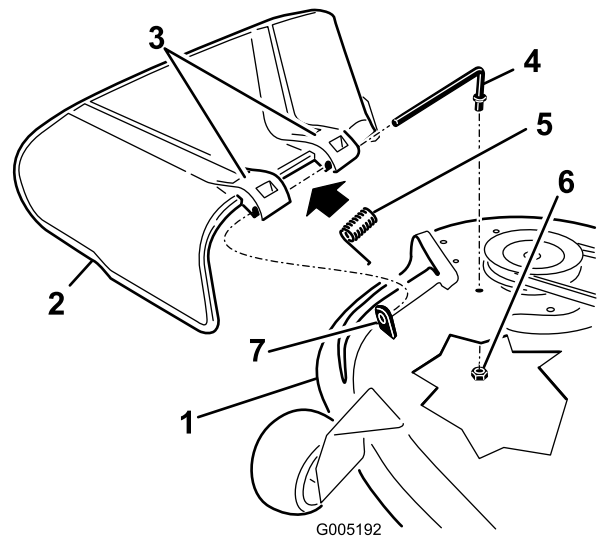

Figura 61
1. Localice los elementos mostrados en la Figura 61.
2. Retire la tuerca (3/8") de la varilla (debajo del cortacésped) (Figura 61).
3. Retire la varilla del espaciador corto, del muelle y del deflector de hierba (Figura 61). Retire el deflector de hierba dañado o desgastado.
4. Vuelva a colocar el deflector de hierba (Figura 61).
6. Coloque el muelle sobre la varilla, con los extremos de los alambres hacia abajo, y entre los soportes del deflector de hierba. Deslice la varilla por el segundo soporte del deflector de hierba (Figura 61).
7. Introduzca la varilla, en la parte delantera del deflector de hierba, por el espaciador corto de la carcasa. Fije el extremo trasero de la varilla en el cortacésped con una tuerca (3/8") (Figura 61).